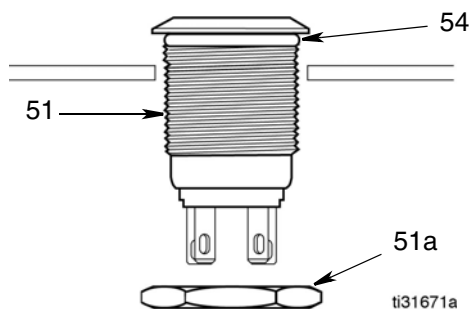

FIG. 15
2. Retire la contratuerca (51a) del pulsador (51). Instale la junta tórica (54) (FIG. 15).
3. Inserte el pulsador (51) por el agujero taladrado en el panel del paso 1. Apriete a mano la contratuerca (1a) para fijar el pulsador en posición (FIG. 15).